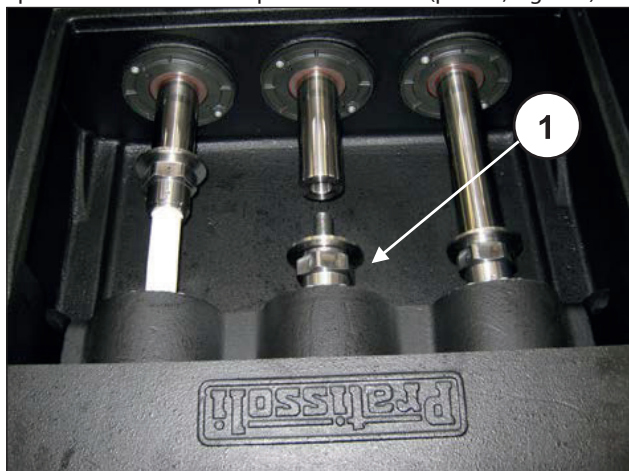

Fig. 165
Para extraer los grupos de válvula operar del siguiente modo: Desenroscar los pistones y extraerlos del vástago uno a uno aproximándolos a sus respectivas camisas (pos. ①, Fig. 165).